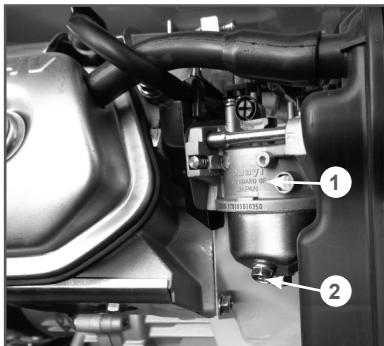

Рис. 20 Слив топлива из карбюратора
3. Открутите болт 2 на карбюраторе 1 (Рис. 20) и слейте топливо из поплавковой камеры в подготовленную для этого емкость.
- 2. Слейте топливо из карбюратора (Рис. 20).